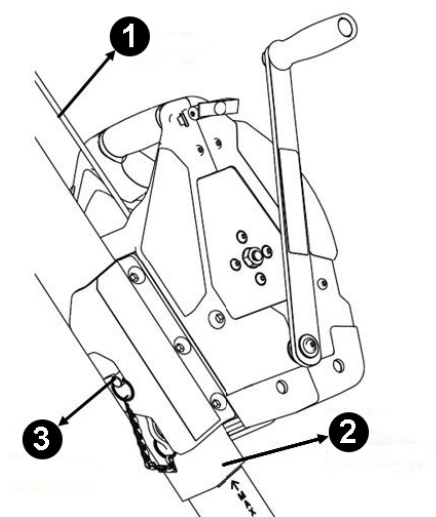

Figure 3
Le treuil est conçu pour être utilisé avec le trépied MSA Tripod illustré à la figure 3. Le treuil constitue le principal dispositif pour soulever et abaisser des systèmes qui utilisent un trépied pour positionner le matériel destiné à pénétrer dans les espaces restreints par le haut. Le treuil se fixe sur le côté de la patte du trépied. Cette position permet à un ouvrier de
- Voir la Figure 3 et suivre les directives d'installation des étiquettes illustrées à la section 2.5 Marquages et étiquettes.